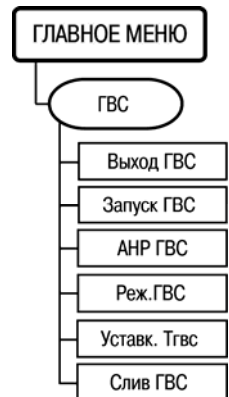

Рисунок 7.18
7.12.1 Пункт меню **ГВС** (рисунок 7.18) включает в себя параметры, ответственные за функционирование контура горячего водоснабжения.